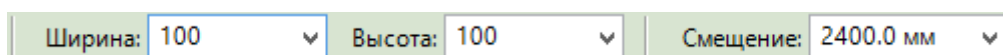

Рисунок 5.5. Панель параметров при рисовании воздуховода
2. В появившейся над областью рисования панели параметров задать размеры и смещение воздуховода (рис. 5.5).